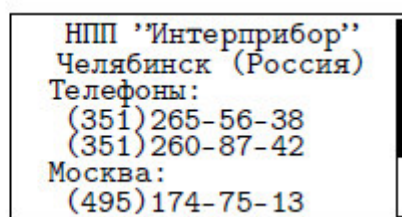

Рисунок 44
3.7.6. "О производителе" (рис. 44) - просмотр краткой информации о производителе прибора.